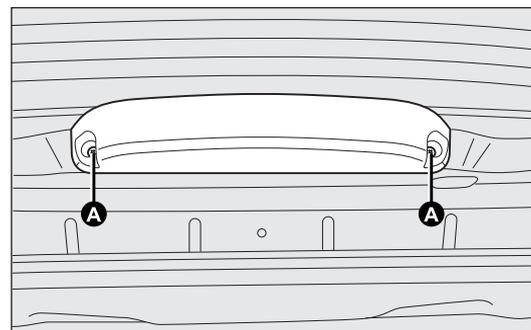

fig. 158
- pour les versions avec hayon, dévisser les deux vis de fixation A-fig. 158 et extraire le groupe ;